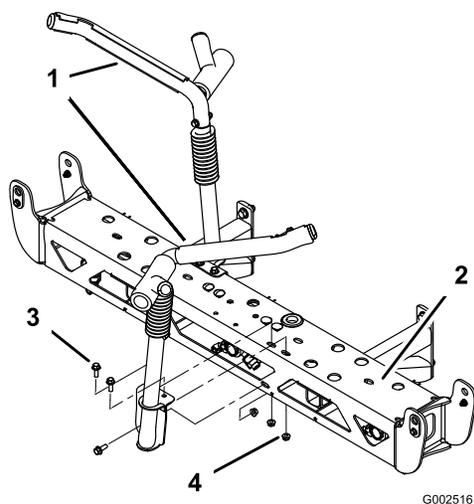

Figura 27
2. Instale los soportes de transporte de los brazos al brazo central usando 6 pernos (3/8 x 1-1/4 pulgadas) y 6 contratuercas (3/8 pulgada). Oriéntelos según se muestra en Figura 27.